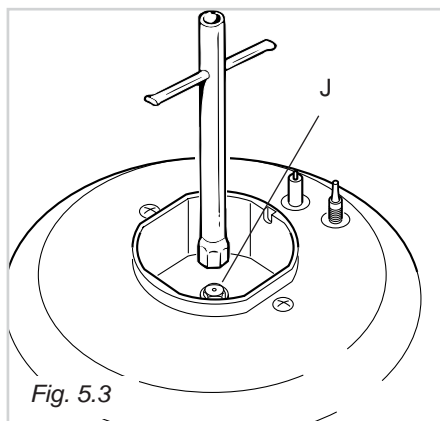

Fig. 5.3
- ✓ Com uma chave fixa substitua os injectores "J" (Fig. 5.3 - 5.4) com aqueles indicados para o tipo de gás a utilizar.